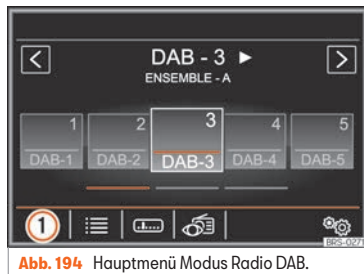

Abb. 194 Hauptmenü Modus Radio DAB.
- Im Hauptmenü **RADIO** die Funktionsfläche »» **Abb. 194** **1** antippen und **[DAB]** auswählen.
Der eingestellte DAB-Sender wird in der oberen Bildschirmzeile **DAB-3** angezeigt, die gewählte Sendergruppe unter **ENSEMBLE-A** »» **Abb. 194**.
Die Funktionsflächen beziehen sich auf das Menü, das erscheint, wenn das Schaltfeld **Ansicht**  gedrückt wird **» Abb. 194**.
(Speicherliste): Anzeige der Speichertasten **» Abb. 194**.